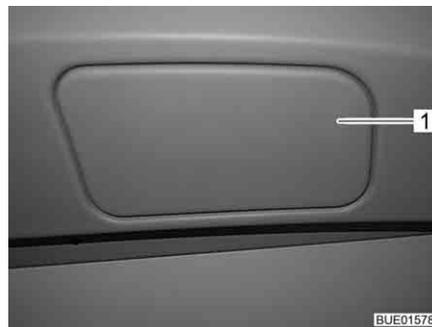
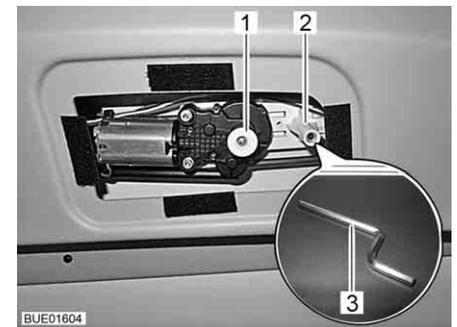

Bild 108 Abdeckung der Notentriegelung
Bild 109 Notentriegelung der Frontscheibenverdunklung
- Abdeckung (Bild 108,1) der Notentriegelung an der Fahrerhausdecke mit einem flachen Gegenstand (z. B. Münze) abheben.
- Mitgelieferten Sechskantschlüssel (Bild 109,3) mit dem langen Schenkel in die Aufnahme (Bild 109,2) stecken.
- Knopf (Bild 109,1) drücken.
- Knopf (Bild 109,1) herausziehen und Abdeckung (Bild 108,1) anbringen.